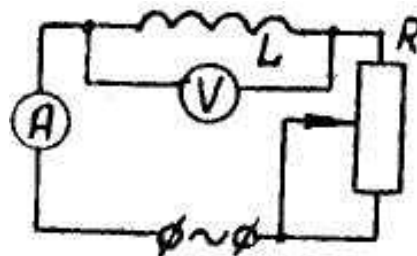

Рис. 3.6.1
1. Собрать схему согласно рис. 3.6.1. Катушку подключить с числом витков, указанным преподавателем. Активное сопротивление катушки приведено на установке.